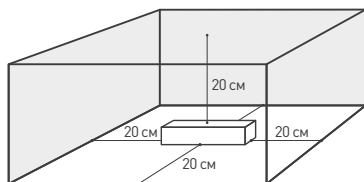

Рис. 1. Свободное пространство вокруг источника.
- 4.2. Для естественной вентиляции обеспечьте свободное пространство вокруг источника питания не менее 20 см, как изображено на Рис. 1. При невозможности обеспечить свободное пространство используйте принудительную вентиляцию. Не соединяйте параллельно выходы двух и более источников питания.